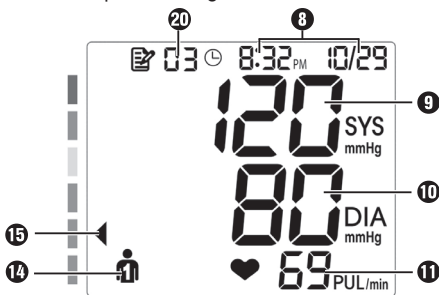

Fig. 1
- Se se mover ou falar durante a medição, esta poderá não ser realizada corretamente. O visor ❶ apresentará a mensagem *Err 4* com o símbolo ❷ da indicação de movimento ❸, e a medição será cancelada. Desligue o aparelho e repita a medição.
- Se a medição for concluída com sucesso, a braçadeira ❹ será imediatamente esvaziada. Os valores medidos são apresentados no visor ❶, como, p. ex., na fig. 1: